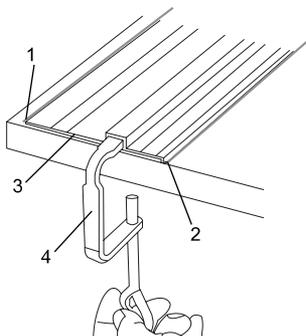

Fig. 15
4. Placez la pince (4) sur le côté gauche du guide de rail à chaque extrémité pour la maintenir fermement sur la pièce à travailler avec le bord gauche sur les marques d'alignement du guide de rail (1) (Fig. 15).